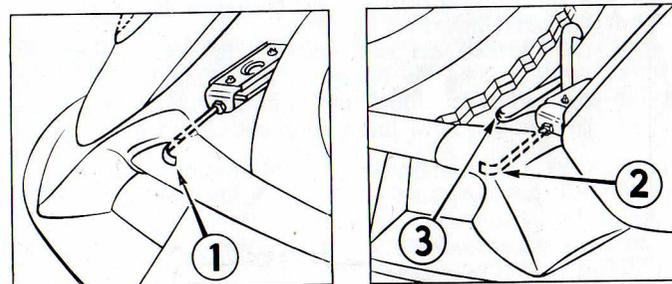

Figure 1
- Libérez les 2 « sûretés », à droite et à gauche du capot, en passant les mains dans l'ouverture du pare-chocs de chaque côté de la plaque de police pour tirer sur les poignées **1** et **2** (fig. 1).
- Étant devant le capot, soulevez-le légèrement de la main gauche puis libérez-le complètement en passant la main droite entre le capot et le pare-chocs, du côté droit de la plaque de police, pour appuyer sur le levier **3** (fig. 1).